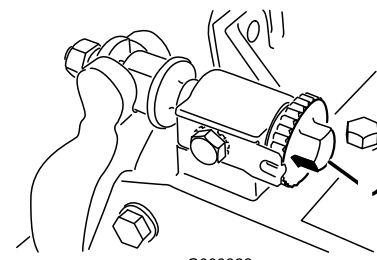
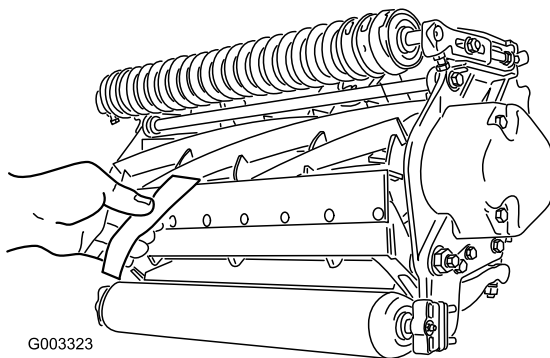

Figure 8
Figure 9
1. Placez la machine sur un sol plat et horizontal. Supprimez le contact avec le cylindre en tournant les vis de réglage de la barre d'appui dans le sens anti-horaire (Figure 8).
Important: Vérifiez que les écrous au bout des vis de réglage de la contre-lame ne reposent pas sur la surface de travail (Figure 8).
3. A une extrémité du cylindre, insérez une bande de papier journal entre le cylindre et la contre-lame (Figure 9). Tout en tournant lentement le cylindre en avant, tournez la vis de réglage de la barre d'appui dans le sens horaire (du même côté du cylindre) (Figure 8), un cran à la fois, jusqu'à ce que le papier soit pincé légèrement lorsque vous l'introduisez par l'avant, parallèle à la contre-lame. Vous devriez sentir une légère résistance lorsque vous tirez sur le papier.
5. Vérifiez ensuite si le cylindre peut saisir le morceau de papier inséré par l'avant et le couper lorsqu'il est inséré perpendiculairement à la contre-lame (Figure 9). Normalement, le papier doit être coupé avec un minimum de contact entre la contre-lame et les lames du cylindre. Si vous sentez un frottement ou un contact excessif du cylindre, vous devez alors roder ou rectifier les lames pour obtenir les tranchants nécessaires à une coupe de précision (voir le Manuel d'affûtage pour tondeuses rotatives et à cylindres Toro, Form No. 80-300PT).